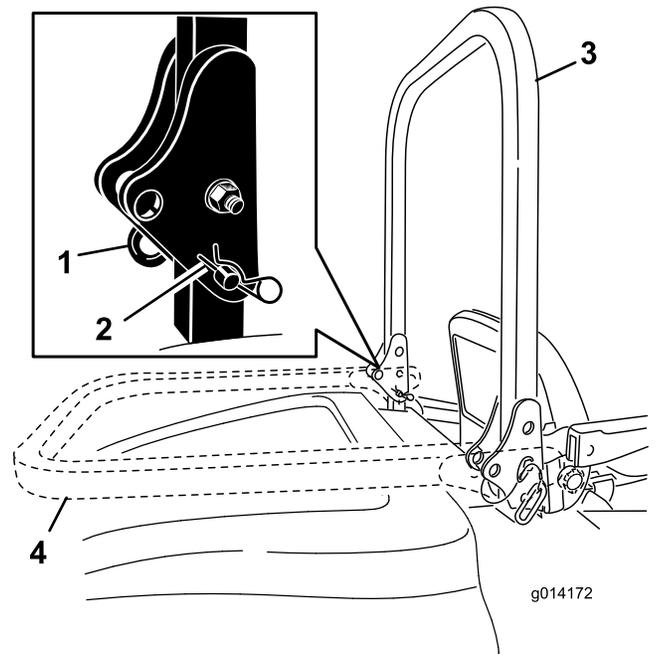

Figura 14
1. Per abbassare il roll bar, togliete le coppiglie, spingete in avanti il roll bar contro le molle e togliete le 2 spine (Figura 14).
2. Abbassate il roll bar (Figura 14).
3. Montate le 2 spine e fissatele con le coppiglie (Figura 14).
4. Per alzare il roll bar togliete le spine delle coppiglie e le 2 spine (Figura 14).
5. Alzate completamente il roll bar e montate le 2 spine, quindi fissatele con le coppiglie (Figura 14).